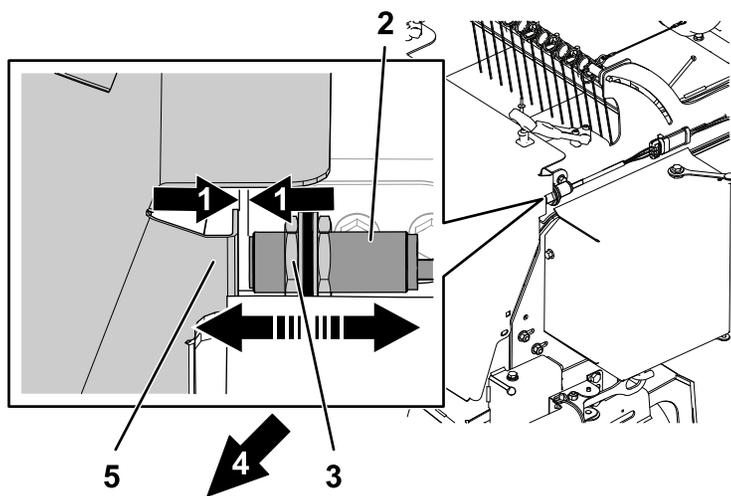

图 10
- 如**图 10**所示使用调节螺母将传感器与料斗门之间的间隔调节为 3mm。间隙应不大于 6mm